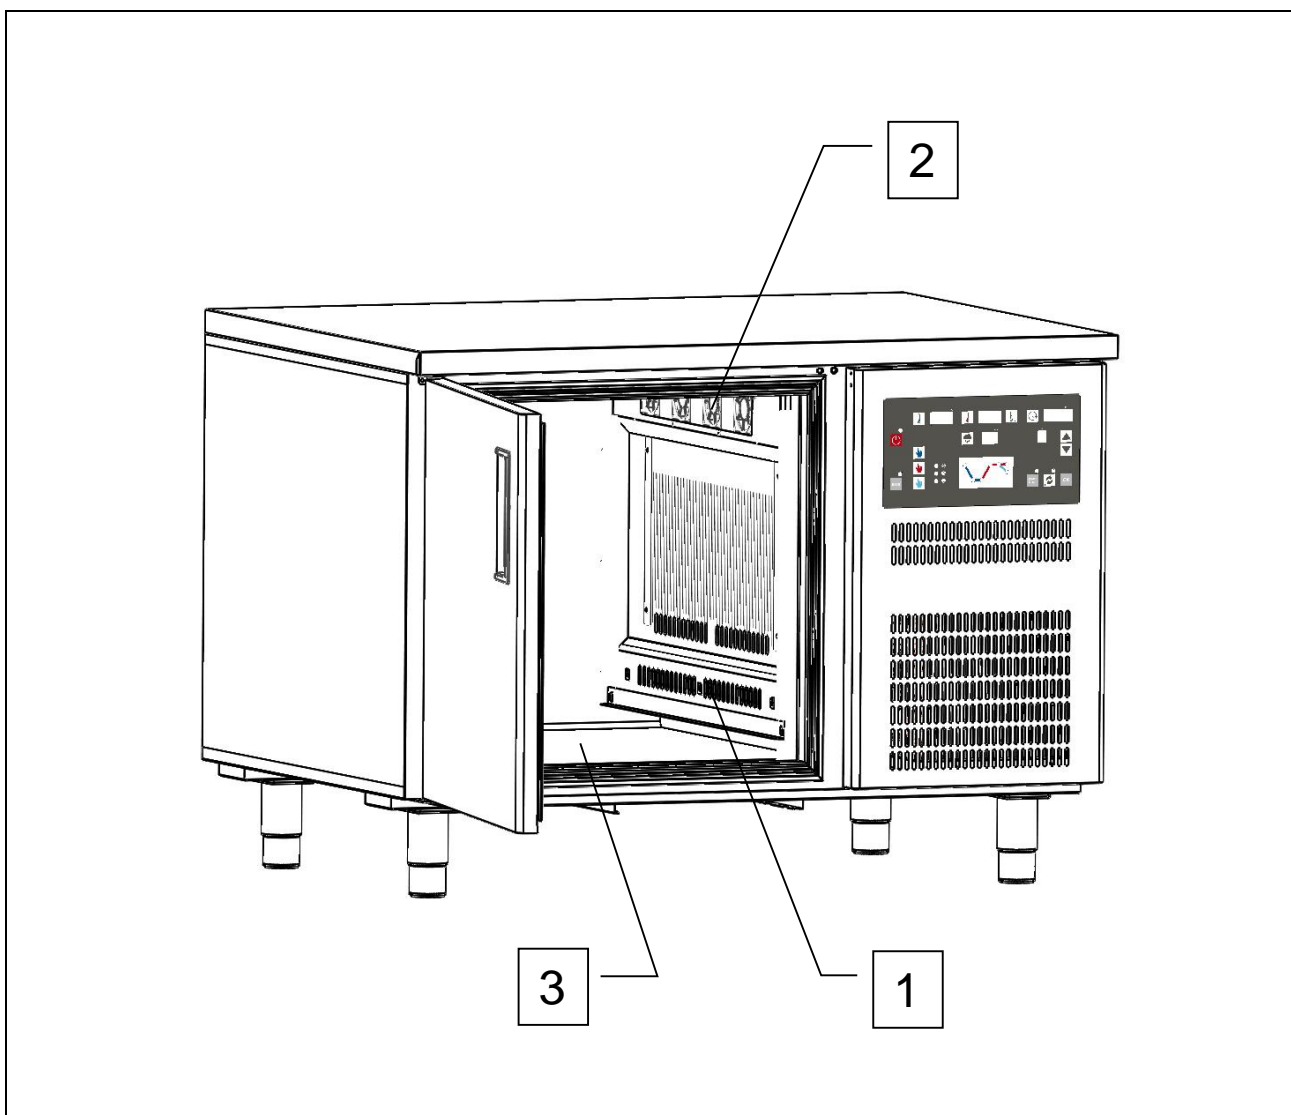

Fig. 4
- con condotti di aerazione (rif. 1, fig. 4) ostruiti;
- con prodotti alimentari vari (cibi e bevande) posti a ridosso delle griglie di ventilazione interne (rif. 2, fig. 4), o direttamente sul fondo della cella (rif. 3, fig. 4).